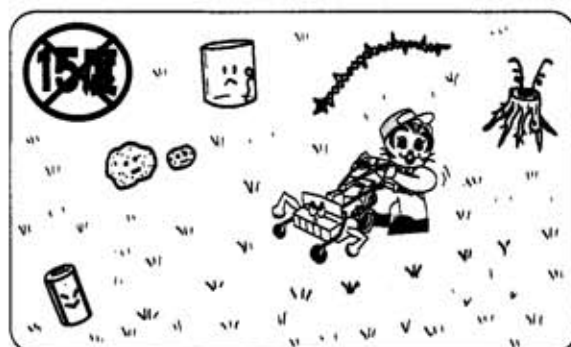

図28
1) 草刈作業 (図28)
- ① 圃場内の空き缶、石、ビニール、針金、切株等はすべて取除いてください。
- ② 圃場および条件の悪い所（地面のでこぼこ、ぬかるみ、大きなくぼみ、枝下の低い所）の確認をし、危険と思われる場所には目印を置き、誤って接近しないようにしてください。
- ③ 傾斜地においては最大15度までとし、それ以上は危険です。無理な作業はおこなわないでください。